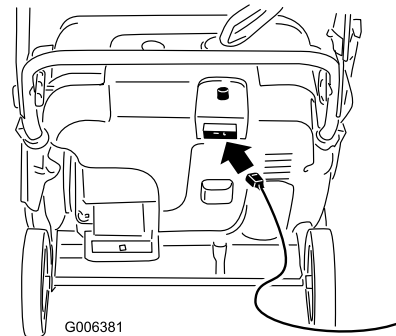
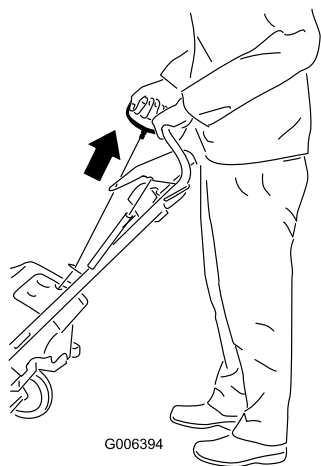

Bild 17
Bild 18
4. Stecken Sie ein Verlängerungskabel in eine Steckdose und in die Schneefräse und drücken Sie die Elektrostartertaste (nur Modell 38569) (Bild 17) oder ziehen Sie am Rücklaufstartergriff (Bild 18).